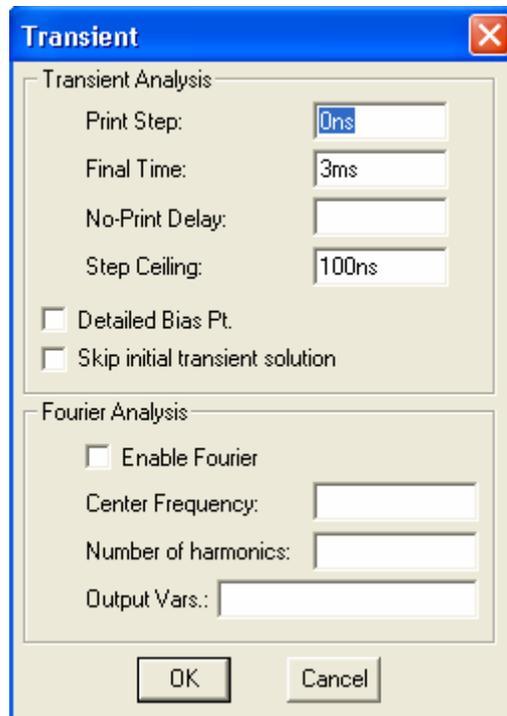

Figure 1.14 : Boîte de dialogue de l'analyse transitoire.
- Cliquer sur le bouton de l'analyse transitoire et définir les paramètres comme indiqué à la figure 1.14 :